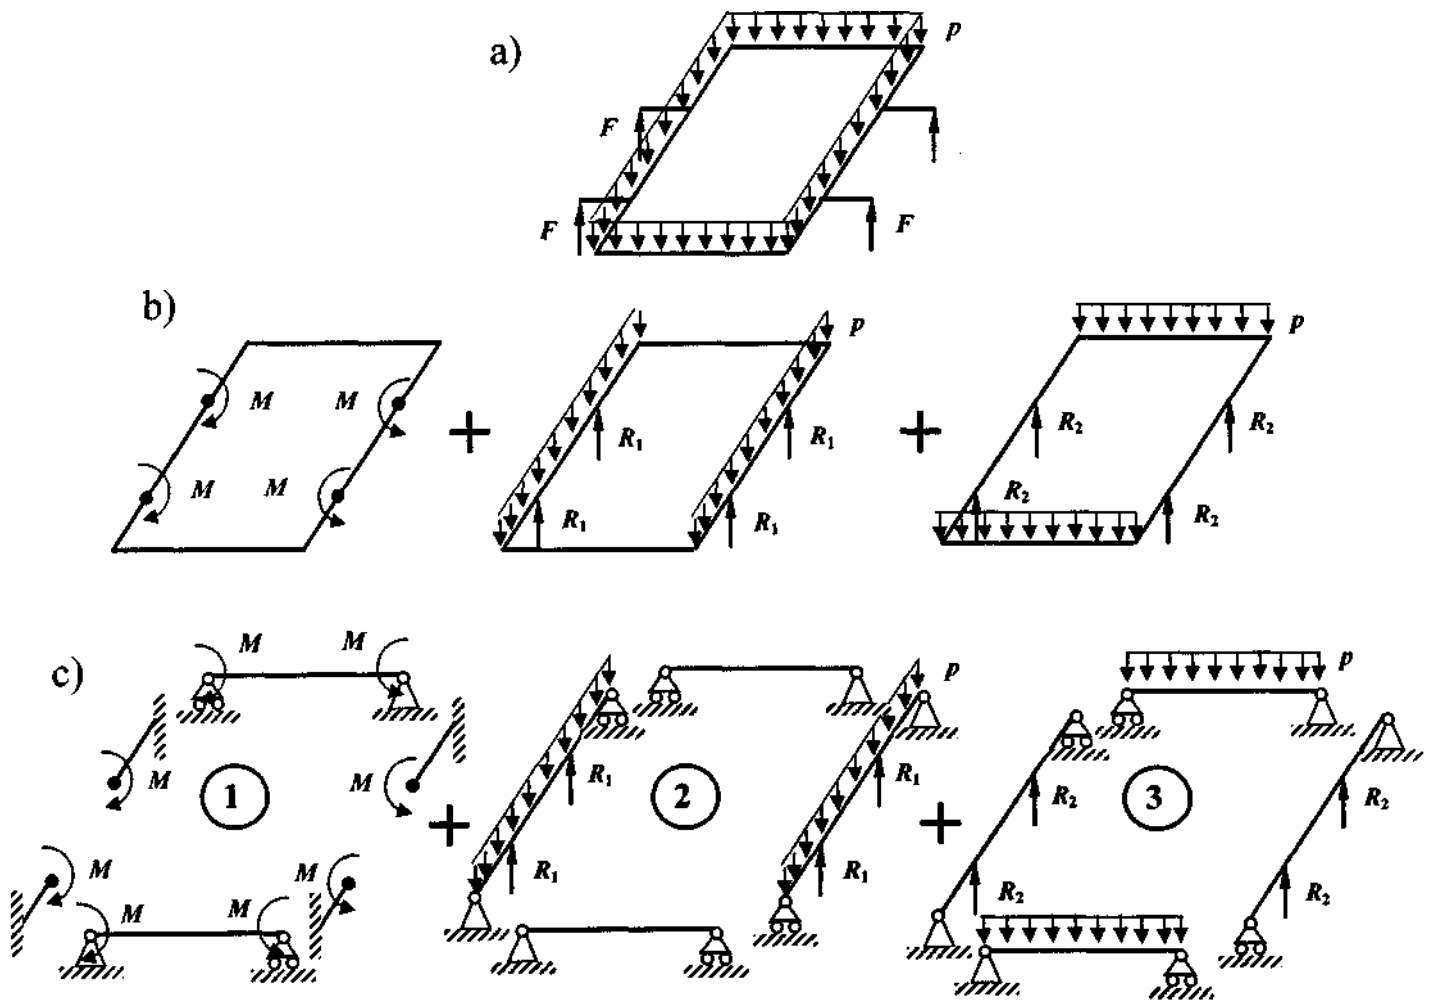

Figura 3 - Scomposizione del sistema di forze sul telaio nella somma di sotto-sistemi isostatici.
- 5) Tracciare i diagrammi delle caratteristiche di sollecitazione (momento flettente e momento torcente) ed effettuare la verifica statica del telaio. Le Figure 3 a) e 3 b) si riferiscono a una possibile procedura con cui la condizione di carico agente sul telaio può essere scomposta nella somma dei sistemi equivalenti a travi rappresentati in Figura 3 c).